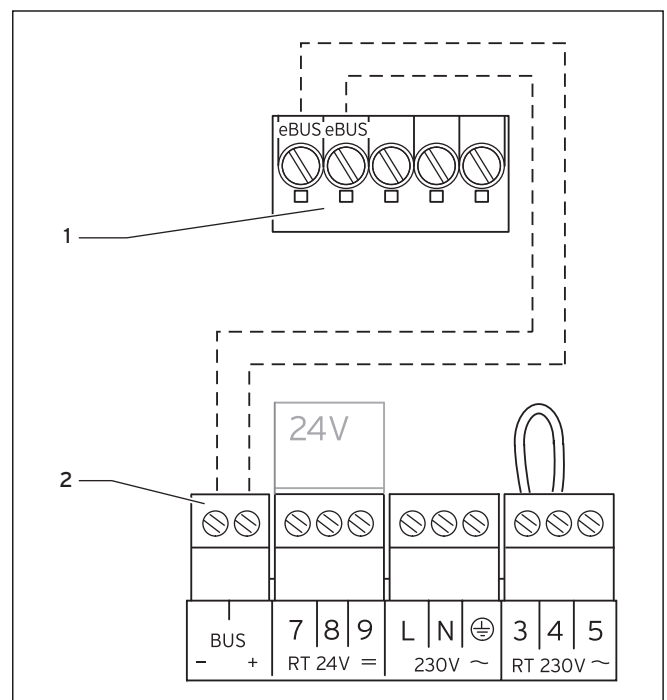

Abb. 5.3 Regler anschließen
- Schließen Sie das Anschlusskabel an die Klemmleiste des Außenfühlers entsprechend an (→ Abb. 5.3).
- Schließen Sie das Anschlusskabel an den 6-poligen Randstecker an (→ Abb. 5.3).